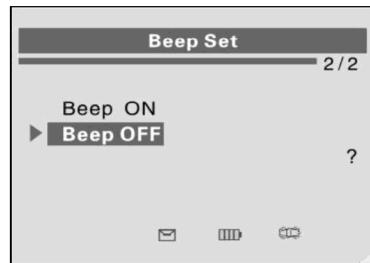

Рисунок 2-11
- 2) В меню **Beep Set** [Настройка звукового сигнала] с помощью **кнопок прокрутки вверх/вниз** выберите пункт **Beep ON** [Звуковой сигнал включен] или **Beep OFF** [Звуковой сигнал выключен], чтобы включить/отключить звуковой сигнал. См. рисунок 2-11.